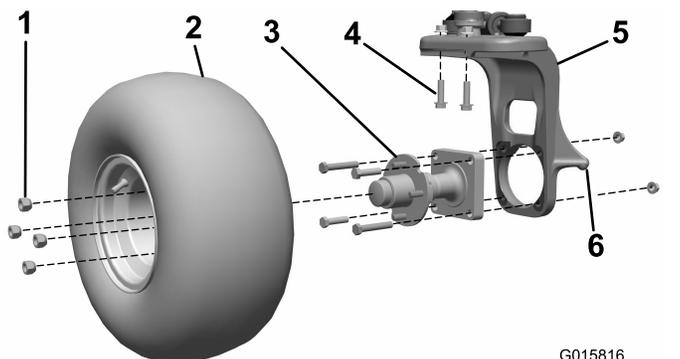

図 1
1. キャスタフォークの吊り上げ部を使ってユニットを吊り上げる 図 1。
2. ホイールのハブからホイールアセンブリを外す。ラグナットは捨てないこと 図 1。
3. ホイールハブをキャスタフォークに固定しているボルト4本とナット2個を取り外す 図 1。外したものはすべて廃棄する。
4. バーチカルステアリングピボットをキャスタフォークに固定しているボルト2本とナット2個を取り外す 図 1。外したものは廃棄する。